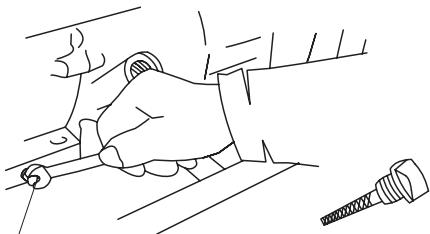

Рис. 23
- Найдите месторасположение маслосливной пробки (рис. 23).
- Отверните маслосливную пробку и слейте масло (рис. 23).